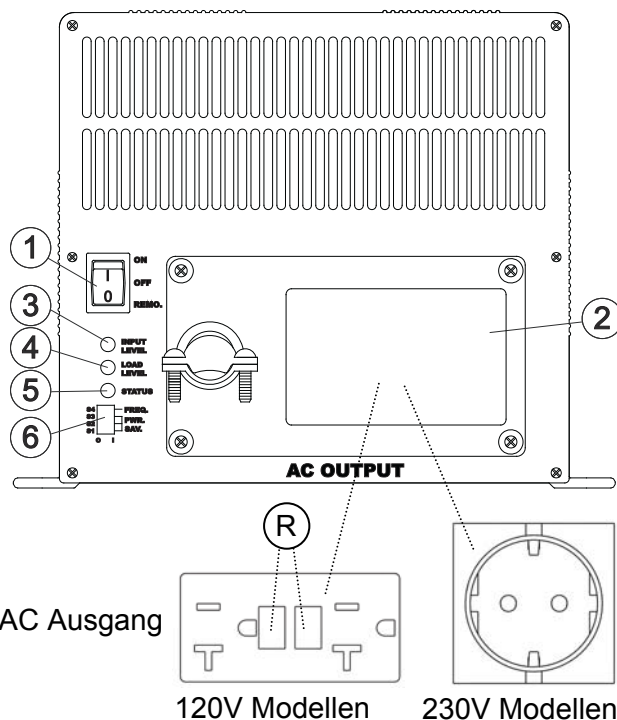

Abbildung 1: Vorderseite
- Schließen Sie den Erdungspunkt des Wechselrichters (siehe Abb. 1, Ref. 7) an den zentralen Erdungspunkt des Fahrzeugs / Schiffes an.
- Schließen Sie den Neutraleiteranschluss (N) des AC-Ausganges an dem Schutzleiter (PE) an und integrieren Sie einen Fehlerstromschutzschalter in die Verdrahtung des AC-Ausganges
Siehe Abbildung 1, ref. 6. In den meisten Fällen ist es nicht nötig die Standard-DIP-Schaltereinstellungen anzupassen. Der Wechselrichter ist direkt einsatzbereit. Um Energie zu sparen, wenn keine AC-Last verbunden ist, können die DIP-Schalter S1, S2 und S3 benutzt werden um die Energiesparfunktion anzupassen. Die Energiesparfunktion überwacht den AC-Ausgang, sobald eine Last größer als der eingestellte Schwellwert erreicht ist schaltet der Wechselrichter automatisch an.
3. AC-Spannung: die Last kann direkt in den AC-Ausgang gesteckt werden (Abb. 1, Ref. 2).
Stellen Sie den Hauptschalter (Abb. 1, Ref. 1) auf die Position "ON". Der Wechselrichter wird einen Selbsttest starten. Dies wird durch zwei Pieptöne des Summers und blinkende LED-Anzeigen angezeigt und dauert circa zwei Sekunden. Dann wird der Summer noch einmal ertönen und der Wechselrichter schaltet ein. Dies wird durch zwei leuchtende grüne LED-Anzeigen (2) angezeigt. Jetzt ist der Wechselrichter bereit, eine an den AC-Ausgang angeschlossene Last zu versorgen
Stellen Sie den Hauptschalter (Abb. 1, Ref. 1) auf die Position "OFF". Bitte beachten Sie, dass ein Abschalten des Wechselrichters nicht die Verbindung zu den Batterien trennt!
Sie können den Wechselrichter mit einem wahlweisen Fernbedienungsschalter von einem entfernten Standort aus bedienen. Stellen Sie den Hauptschalter (Abb. 1, Ref. 1) auf "REMOTE" (Fern-bedienung). Wenn der Fernbedienungskontakt geschlossen ist, schaltet sich der Wechselrichter ein.
1. Stellen Sie den Hauptschalter (Abb. 1, Ref. 1) in die Position "OFF".